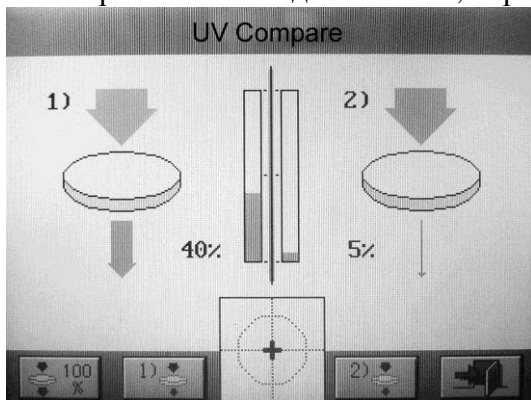

рис.41
2) Поместите линзу №2 на линзодержатель, отцентрируйте, нажмите  отобразятся как на рис. 41. слева для 1 линзы, справа для 2 линзы.